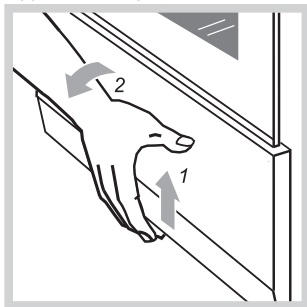

Рис.13
- Плиты выпускаются двух исполнений: с выдвижным ящиком и с откидной дверцей. Чтобы открыть дверцу, ее нужно приподнять вверх и наклонить на себя (рис. 13).